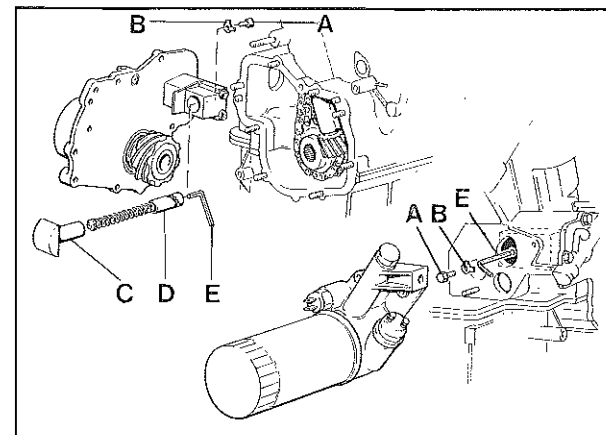

Fig. 67 - Smontaggio tendicatena
- Comprimer la molla del tenditore automatico (**Fig. 67**), seguendo come segue: svitare la vite A dopo aver disimpegnato il fermo B situato posteriormente al tampone in gomma C; ruotare in senso antiorario il pistoncino D, senza forzare, con chiave esagonale da 3 mm E, sino a che il tenditore rimanga bloccato.
- Compress automatic stretcher spring (**Fig. 67**) operating as follows: loosen screw A after having disengaged retainer B located in the back of rubber pad C; rotate clockwise the piston D, without forcing and using a 3 mm Allen wrench E till the stretcher is locked.